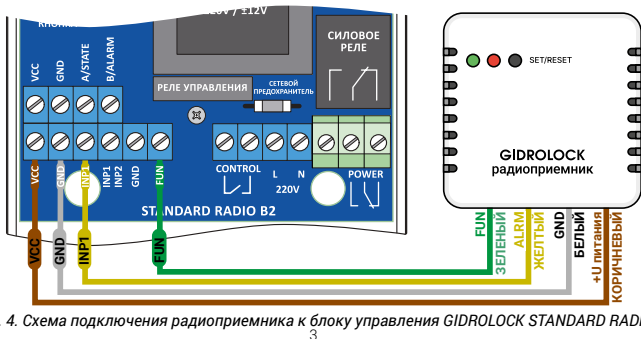

Рис. 4. Схема подключения радиоприемника к блоку управления GIDROLOCK STANDARD RADIO
- к блоку управления GIDROLOCK STANDARD RADIO – рис. 4.